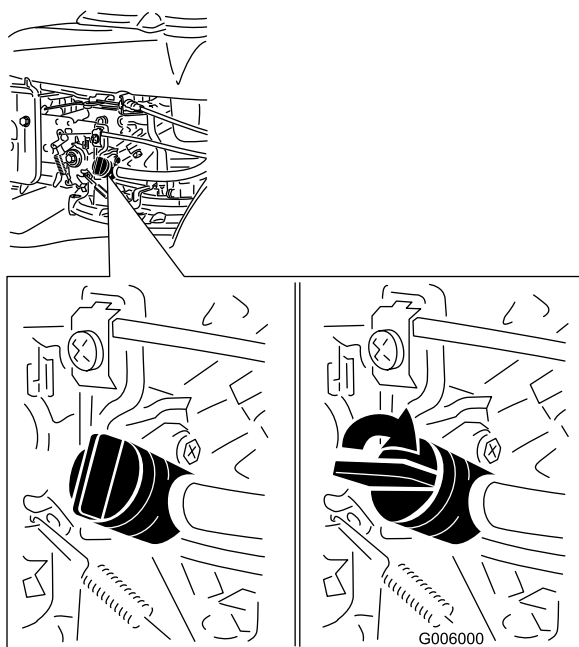

Figure 23
2. Tournez le levier du robinet d'essence en position ouverte (Figure 23).